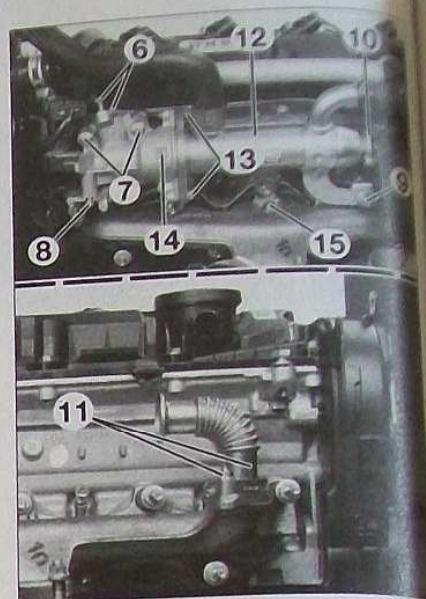
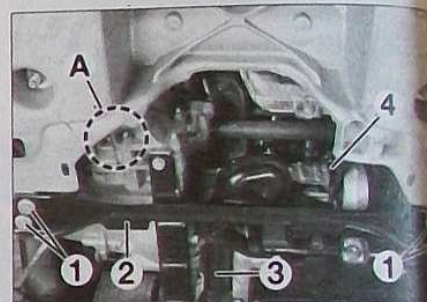

FIG. 35
FIG. 36
- l'écran thermique (5).
- le collier (10) (Fig.35).
- les vis (6) et (7).
- les écrous (9) et (11).
- Desserrer la vis (8) de fixation inférieure de vanne EGR.
- Écarter l'ensemble vanne EGR électrique (14) et l'échangeur thermique (12).
- les vis (13).
- la vis (15).
- les vis (1) (Fig.36).
- la traverse antirapprochement (2).
- le doseur distributeur d'air de sortie de turbo (3).
- la biellette anticouple (4).